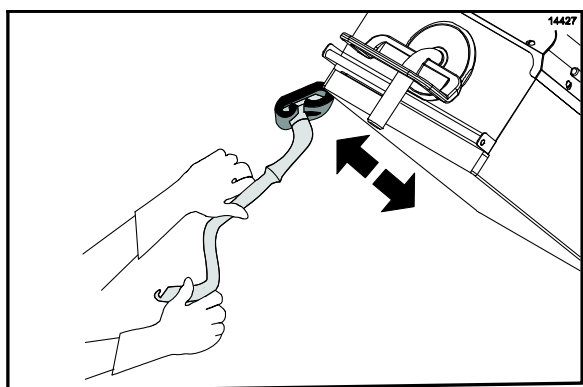

Figura 52
19. Aplique a solução de limpeza de grill nas bordas externas dos platen da direita e da esquerda. (Veja a Figura 52.)